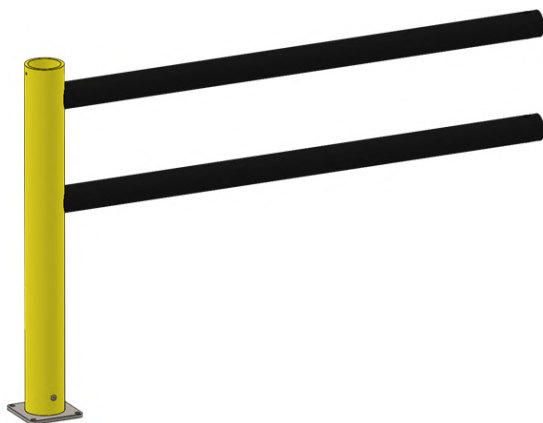
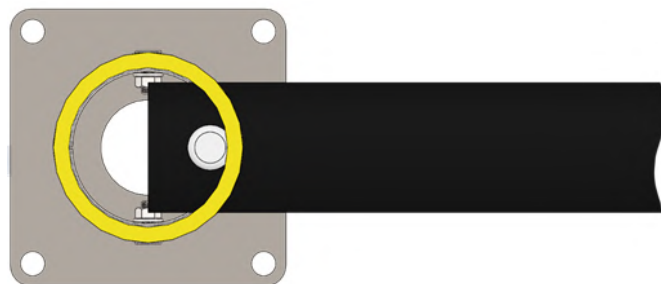

Рисунок 4. Установка трубы секции в концевой столб.
Рисунок 5. Правильное расположение трубы секции внутри конечного столба (вид сверху) и его фиксирование.
1. Вставить черную трубу секции в конечный столб (рис. 4). Оси сквозных круглых отверстий 20 мм в черной трубе как здесь, так и в дальнейшем должны быть размещены вертикально. Установка секции в столб должна осуществляться так, чтобы круги сквозных отверстий 20 мм в черной трубе секции расположились касательно к внутренней поверхности трубы столба (показано на рис. 5). Фиксирующей трубой через 20 мм отверстие зафиксировать верхний элемент секции внутри конечного столба.